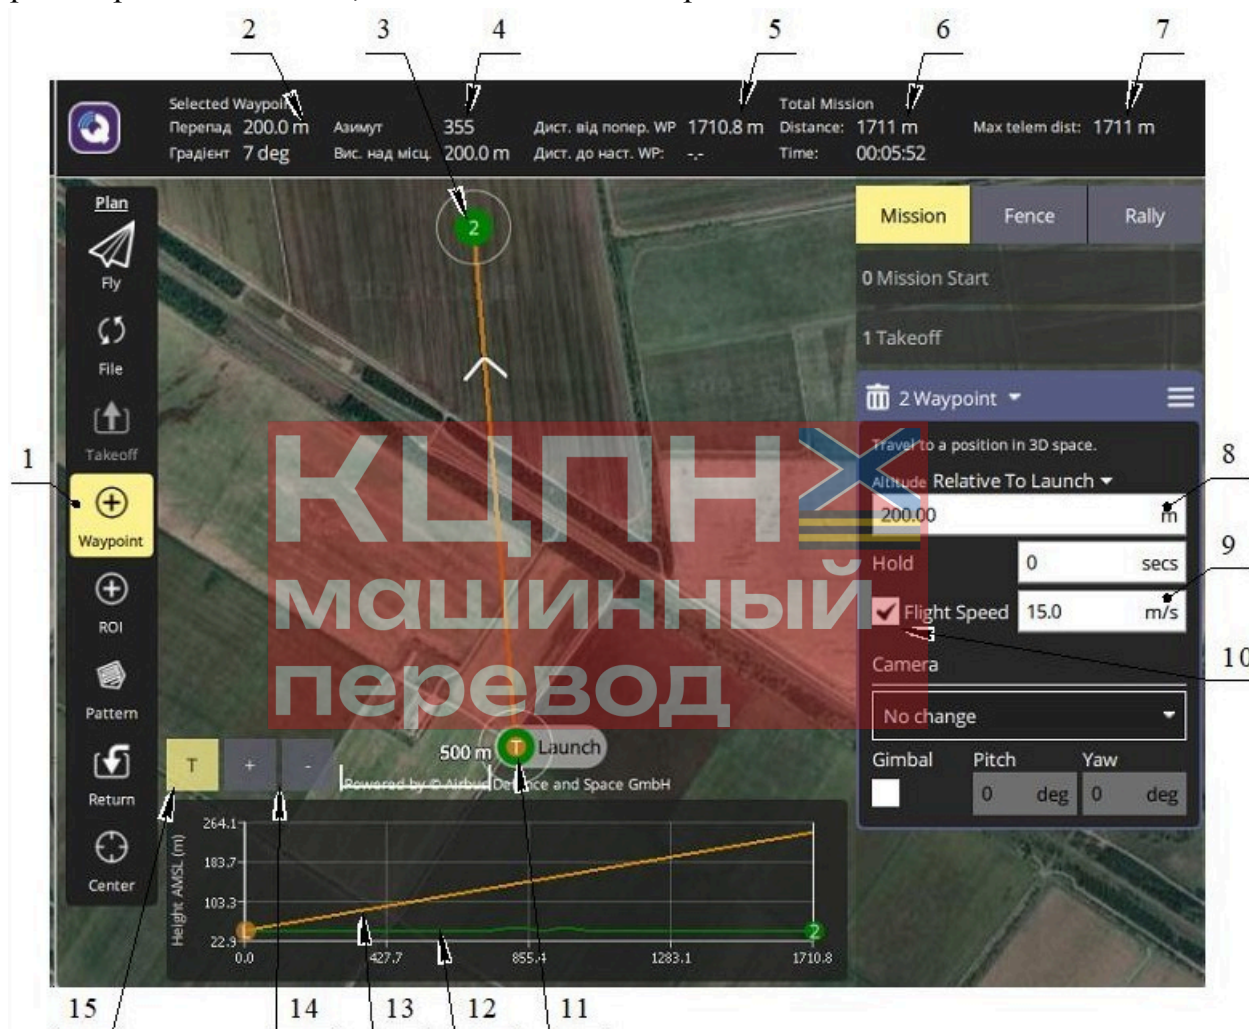
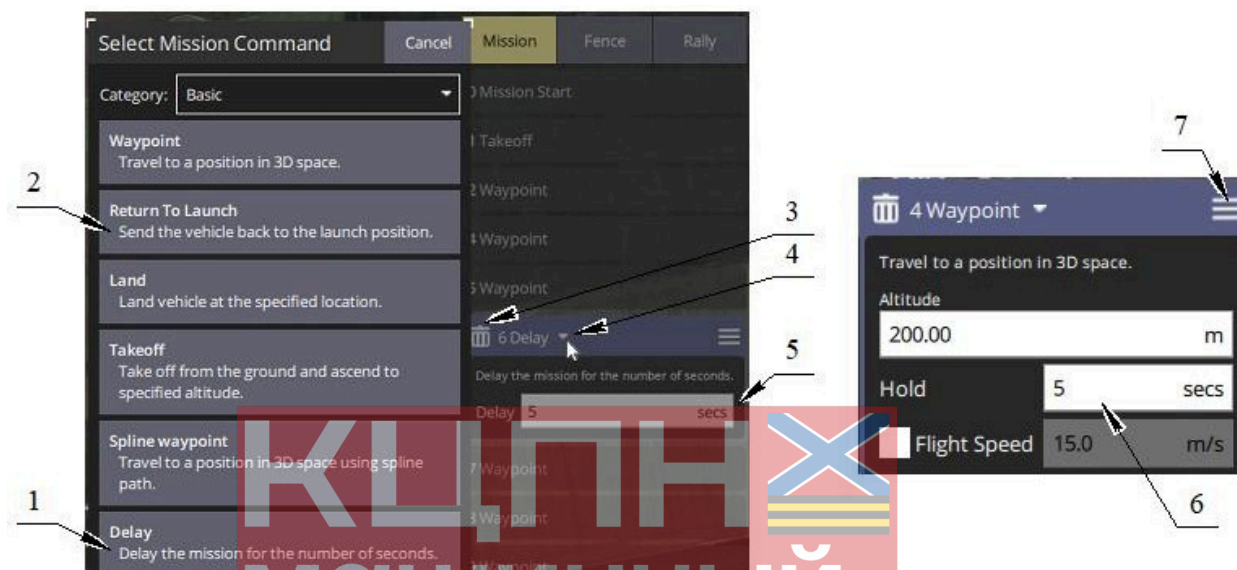

Рисунок 49. Отображение точек маршрута и элементов меню миссии в QGC
Рисунок 52. Создание и удаление задержки в полете аппарата
Для создания точки маршрута WP 3 (рис. 49) нажмите в правом меню QGC кнопку Waypoint 1, после чего щелкните левой кнопкой мыши на свободном поле карты.
- нажать треугольник 4 (рис. 52) возле созданной WP и выбрать команду Delay 1;
Для формирования глиссады полета БПЛА перед посадкой, с экономией АКБ, добавьте предпоследнюю WP над точкой Takeoff 11 (рис. 49) и установите для неё высоту 30 м. Добавьте последнюю WP в любом месте, нажмите кнопку 4 (рис. 52) рядом с ней и выберите команду Return To Launch 2. После установки этой команды точка исчезнет с карты.
Помимо этого в течение полета БПЛА, необходимо использовать показатели верхнего информационного меню (рис. 49).